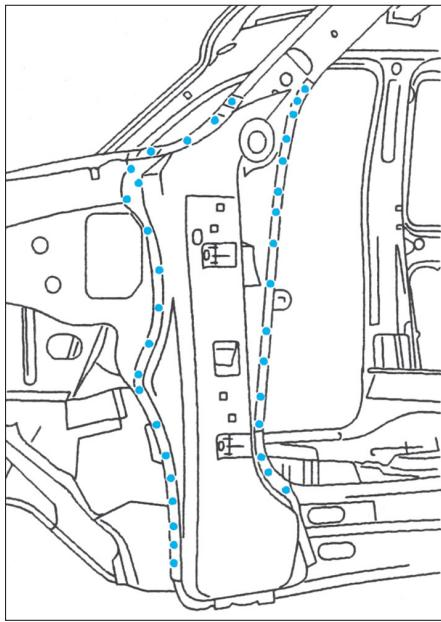

FIG. 54
- Soudé par points électriques (Fig.54).